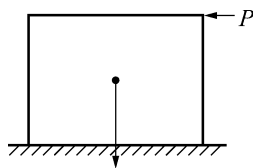

图13
40. 如图13所示, 一匀质正方体重量为 G , 受水平力 P 作用, 物体与地面的摩擦系数 $\mu = 0.3$, 当逐渐加大 P 时, 物体 ()。